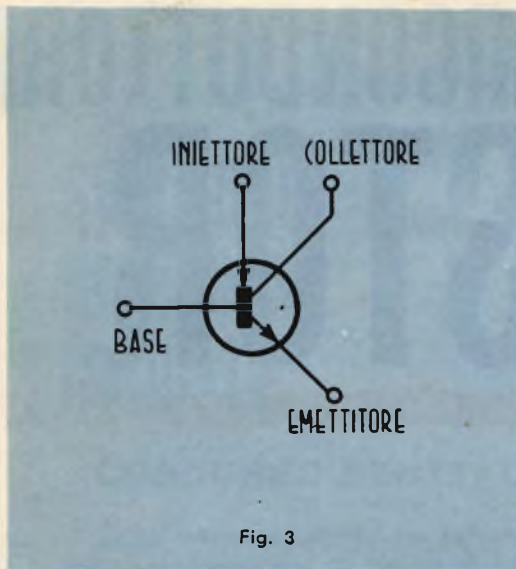

Fig. 3
3. Saldare al loro posto i transistori OC71 e OC81D disponendo i terminali secondo le indicazioni dello schema base fig. 3. Sullo zoccolo il collettore è contrassegnato da un punto rosso.